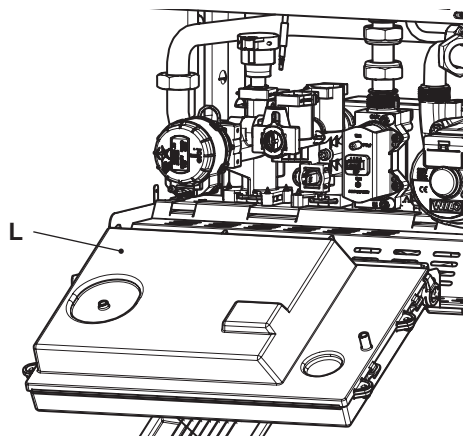

Figura 5.20
- Localice la tapa de cobertura de la bornera L (Figura 5.20), extraiga los tornillos de sujeción y ábrala.